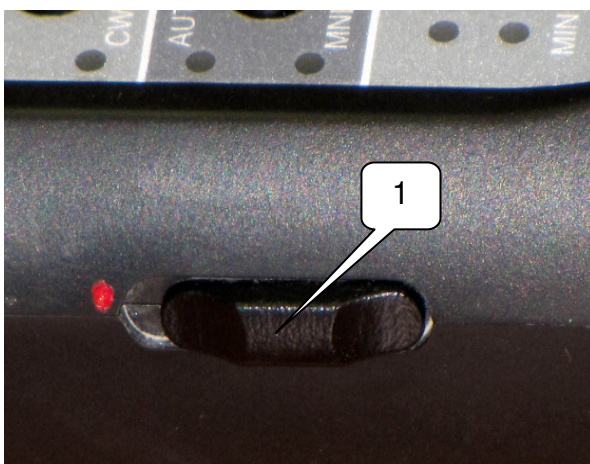

Рис. 5
4.4. На боковой поверхности пульта управления (см. 1 на рис. 5) располагается движковый выключатель питания. Контрастной точкой отмечено положение движка, соответствующее положению
6.2. Для начала работы включить обнаружитель выключателем питания, расположенном на пульте управления (см. рис.5). При этом на пульте управления засветится два индикатора 2-ND и 3-RD, указывающих на то, что питание обнаружителя включено.